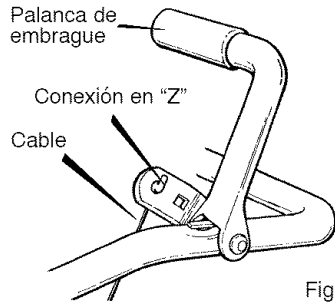

Figura 50
**NOTA:** Si los cables se han desconectado de las palancas de embrague, reinstale los cables como se muestra en la Figura 50.